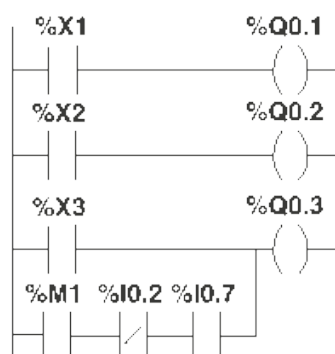

Figura 2.17. Lenguaje de Contactos
Lenguaje a contactos. (LD), es el más parecido al utilizado por un electricista al elaborar cuadros de automatismos. Muchos autómatas incluyen módulos especiales de software para poder programar gráficamente de esta forma, como el ejemplo de la Figura 2.17.: